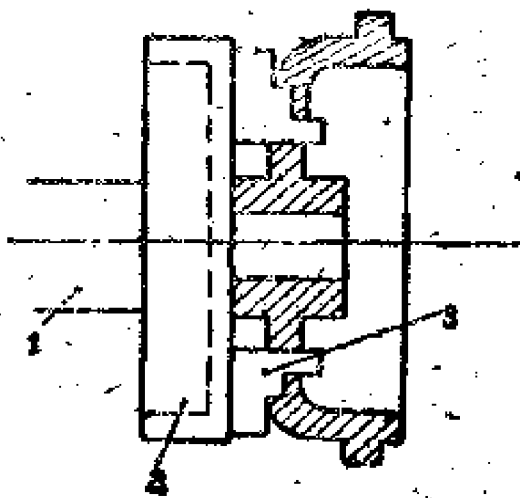

图 1-4
(1)端盖的装夹方法及卡具。端盖的尺寸比较大时，为了装头牢固可靠，把端盖卡在床头花盘上，用螺栓压板夹牢，螺栓和压板的数目根据端盖的大小可以适当的考虑，以卡牢为原则。如果端盖的尺寸不大，同时用卡盘爪可以卡牢时，可以用卡盘装夹来加工如图1-4。